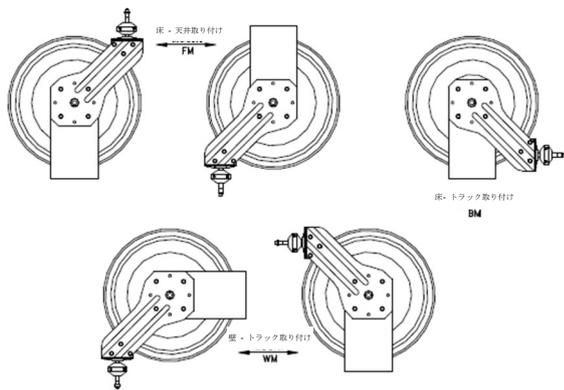
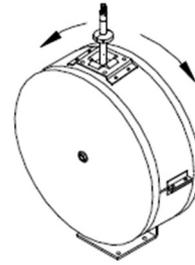

図 1.0
図 2.0
- 図 1.0 に示すように、ガイドアームは任意の位置に調整できます。EN シリーズモデルについては、図 2.0 を参照してください。